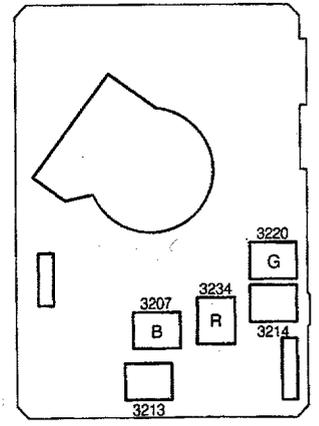

Fig. 9
2. Ajustes en el panel del tubo de imagen (Fig. 9)